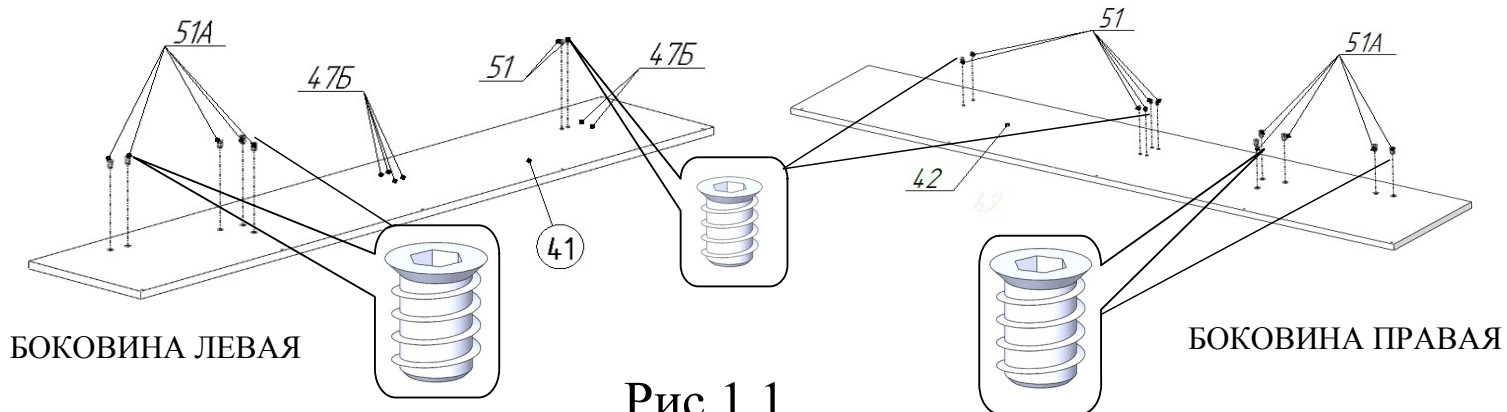
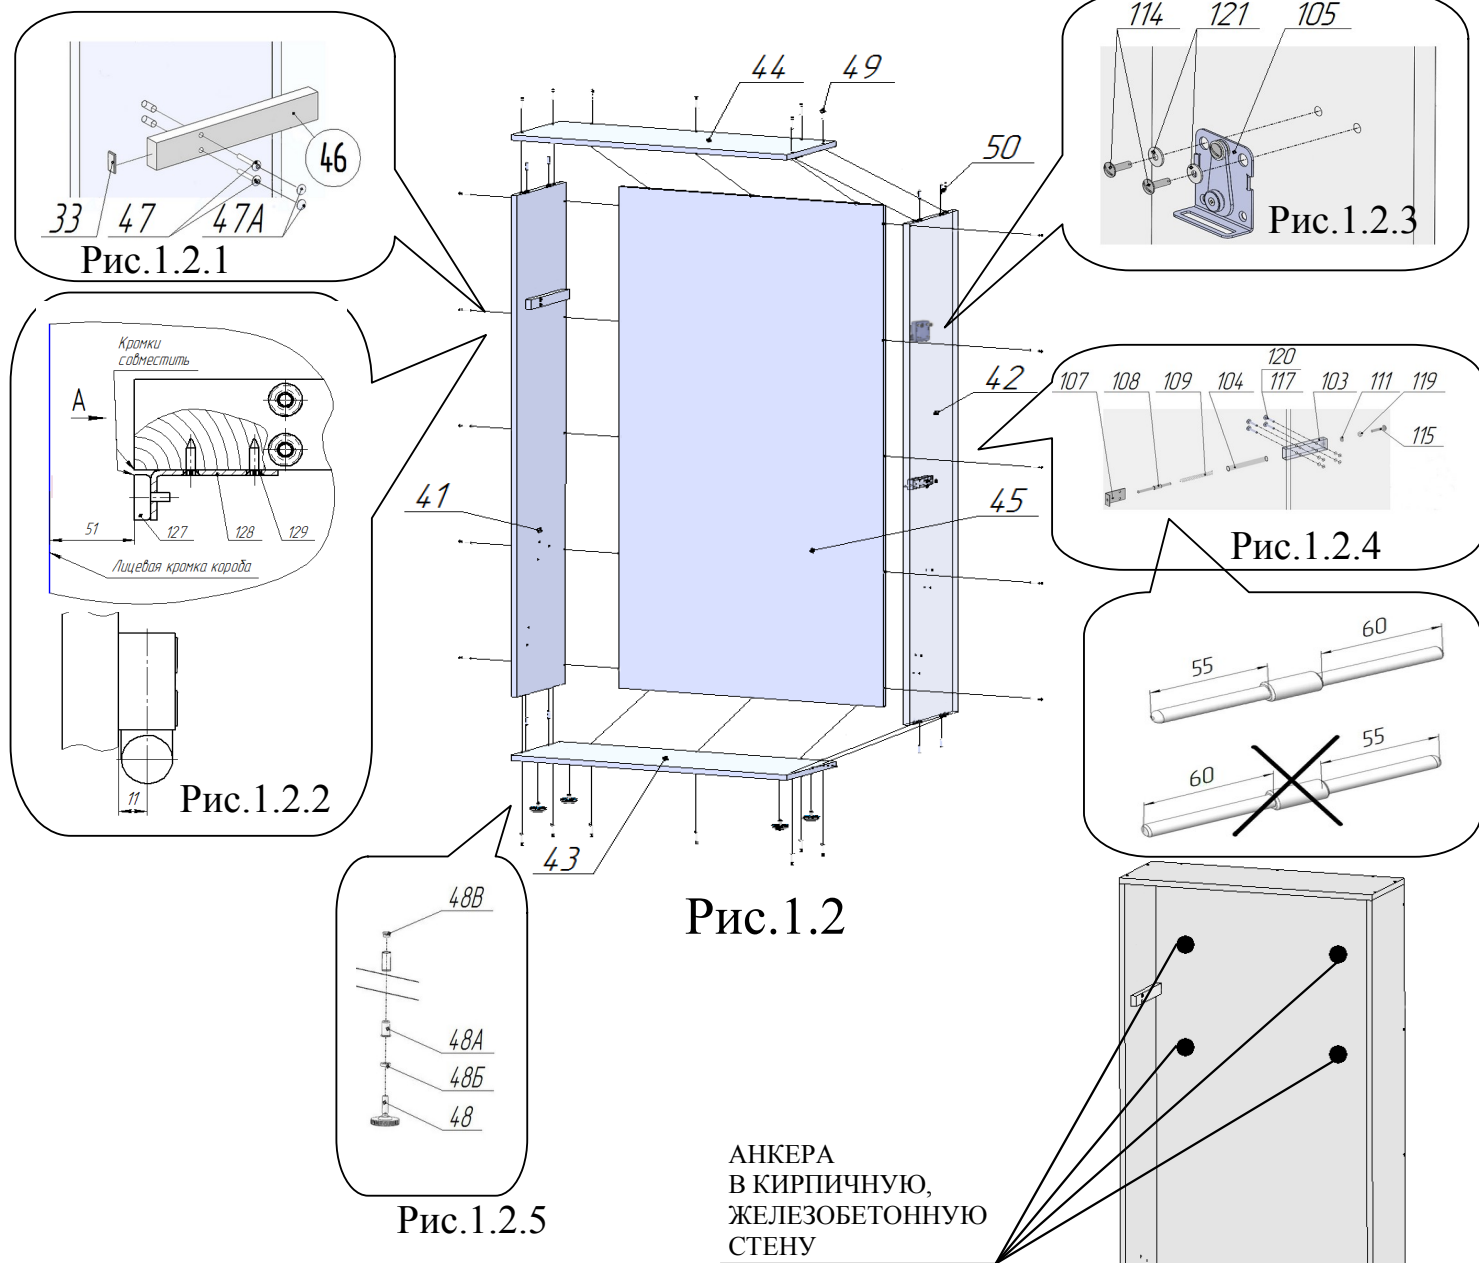
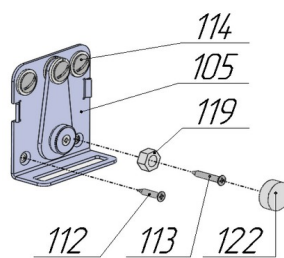

Рис.1.1
Рис.1.2
Рис.11.1 Закрепление при установке механизма на ЛЕВОМ щите короба
Установить в боковины поз.41, 42 футорки поз.51,51А, используя шестигранные ключи 6мм и 8мм (рис.1.1). Завинчивание футорок производить до совпадения торцев с плоскостью боковин поз.41,42 (рис.1.1). Установить заглушки поз.47Б в неиспользуемые отверстия в соответствии с рис. 1.1. Состыковать стенки задние поз.45 между собой, использовав шканты поз.50 (рис.1.2). Собрать вокруг стенок задних поз.45 боковины поз.41, 42 и панели поз.43, 44 в соответствии с рис.1.2, используя шканты поз.50 и винты-конфирматы поз.49 (рис.1.2).
12. Поднять раму кровати в вертикальное положение. Надавливанием на верхние углы рамы в горизонтальном направлении, добиться одинаковых зазоров слева и справа между рамой и боковинами короба поз.41,42 (см.рис.1.2).
В случае, если поверхность щита декоративного поз.40 в закрытом (НАЖАТОМ ДО ЩЕЛЧКА МЕХАНИЗМА) вертикальном положении совпадает с кромками боковин поз.41,42 (рис.1.2), регулировка механизма не требуется. Можно провести его окончательное закрепление саморезами поз.112 и 113, подложив под саморез поз.113 гайку поз.119 (рис.11.1, 11.2). Надеть на гайку колпачок поз.122. В зависимости от стороны, с которой установлен механизм фиксации поз.105, саморезы расположить в соответствии с рисунками 11.1 или 11.2.
При необходимости регулировки фиксированного положения, расслабить винты поз.114 (рис.11.1 и 11.2). Сместить в нужном направлении механизм фиксации поз.105. Затянуть винты поз.114. Повторить поднятие рамы и закрывание. После окончания регулировки закрутить саморезы поз. 112 и поз.113, подложив под саморез поз.113 гайку в соответствии с рисунками 11.1 или 11.2. Надеть на гайку поз.119 колпачок поз.122 (рис.11.1 и 11.2).